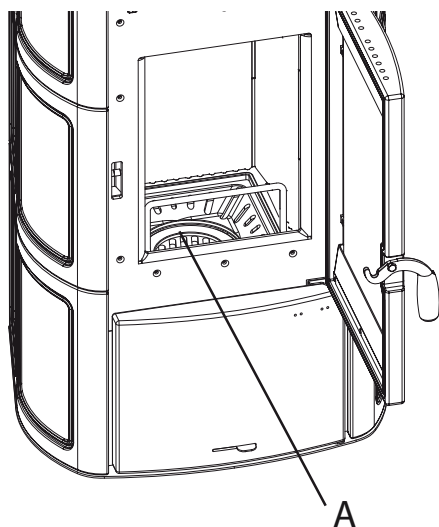

Fig. 7.2.1
- Fjern asken fra ildstedet (A) (fig. 7.2.1).
- Remove ashes from the fireplace (A) (Fig. 7.2.1).
- Die Asche von der Feuerstelle (A) entfernen (Abb. 7.2.1).